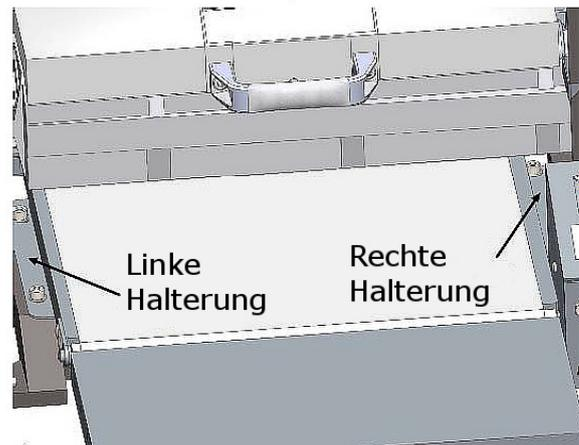

Abb. 25: Parallelität Vorschubband zu Schleiftrommel einstellen
Schritt 7: Messung an der Stelle A und B wie in Abbildung 25 dargestellt durchführen.